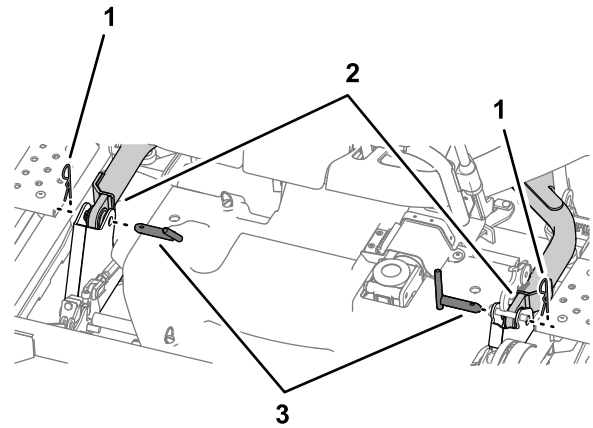

Figura 115
10. Retire los 2 pasadores de seguridad y los 2 pasadores de horquilla que fijan los brazos de elevación a cada lado de la carcasa de corte (Figura 115).
6. Instale el pasador de seguridad y el pasador de horquilla que fijan los brazos de elevación a cada lado; consulte la Figura 115 en Retirada de la carcasa de corte \(página 80\).